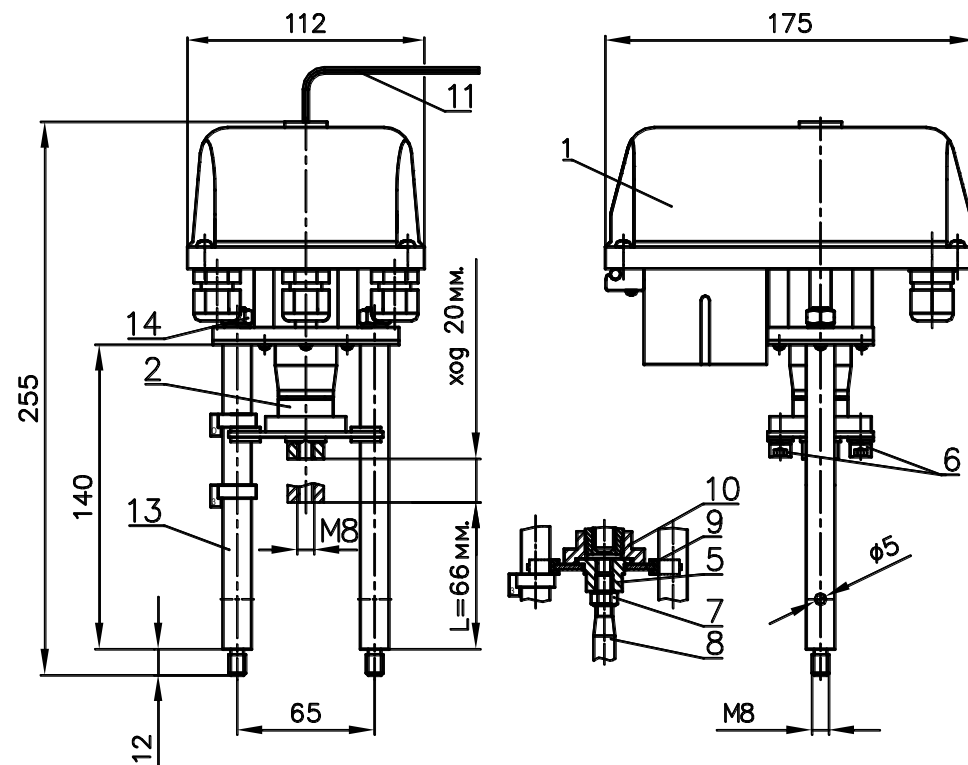

Рисунок 1 - ВЭП-125МВ
- электропривод (рисунок 1 – позиция 1);
- винтовая передача (рисунок 1 – позиция 2).